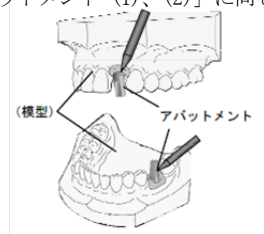

図 3-1
- (1) 「3. 1) テンポラリーアバットメント (1)、(2)」に同じ。
- (2) 模型上で対合関係、補綴物のデザインを考慮し、削合部位をアバットメントにマーキングする(図 3-1)。
- (3) マーキングに合わせて削合・調整^{注 2)}し、最終補綴物の支台を形成する。